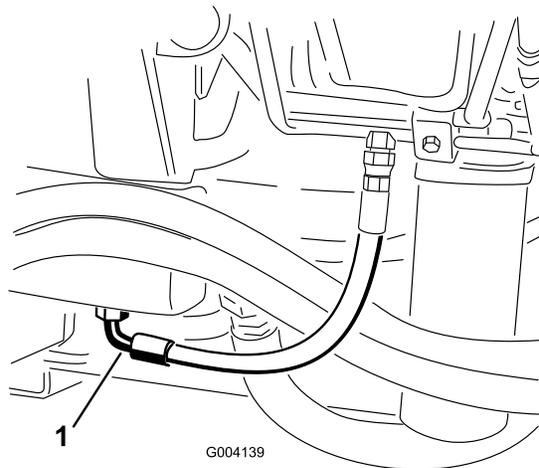

图72
2. 在液压油箱底部安装的接头下面放置一个大放油盘（图72）。